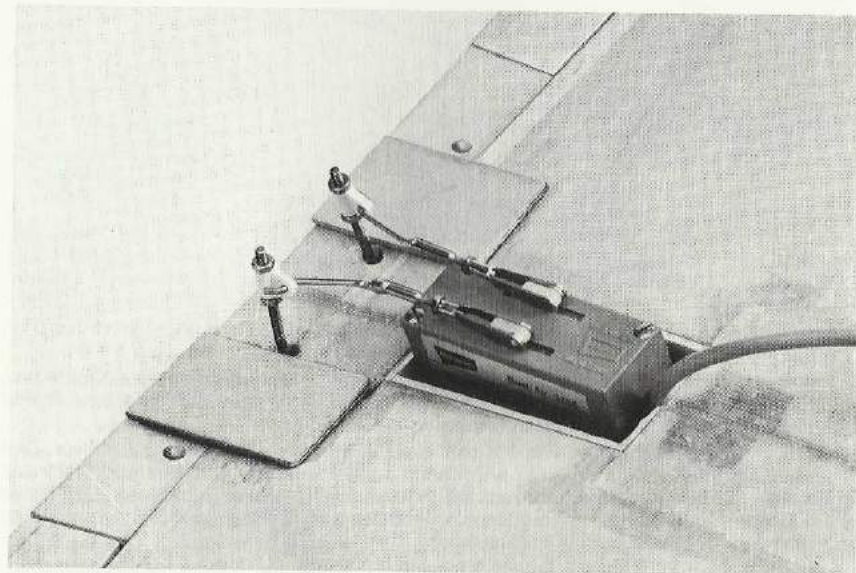

Abb. 22 Das eingebaute Querruder-Servo in der Tragflügel-Oberseite. Hier sind die Gabelköpfe mit Federstahlbacken in der Rudermaschine eingehängt.
Auf die Tragflügel-Oberseite, zwischen die Querruder-Anlenkhebel (123), (124) und den 6,5 mm Bohrungen die Sperrholzverstärkungen (127) mit Harz aufkleben, siehe Abbildung 22.